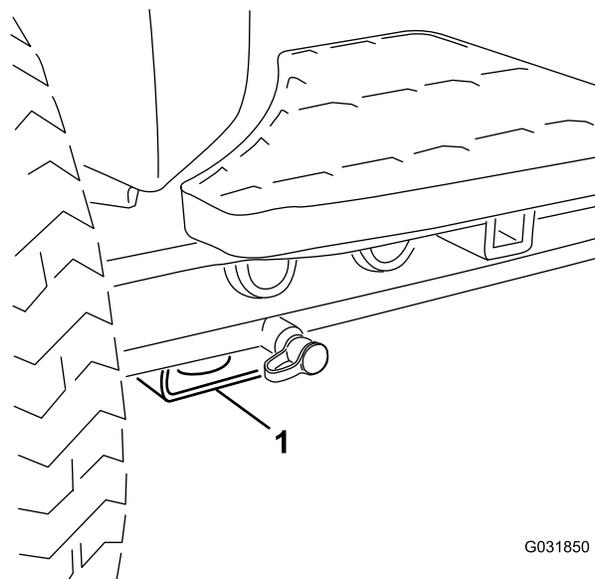

図 41
- 前各前輪の内側、アクスルチューブの下にある四角いパッド (図 41)